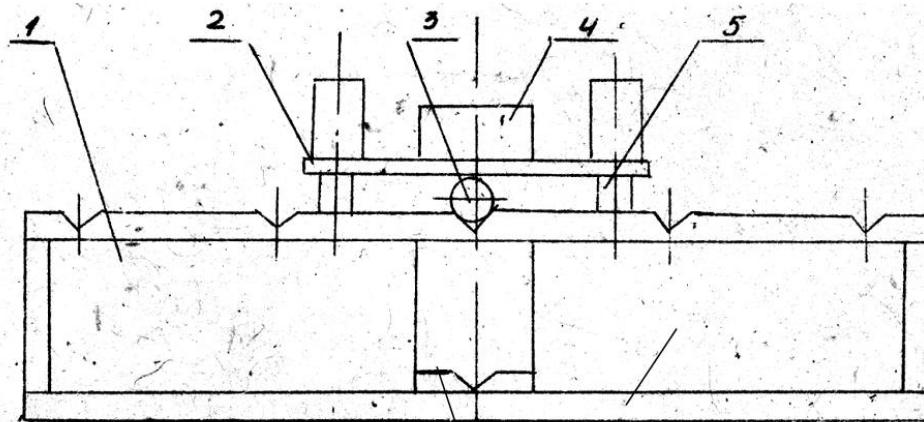

Рис. 1
10.3.3.1. Для проведения поверки используют специальный стенд (рис. 1), позволяющий установить зазор, имитирующий слой бетона как толщину измеряемого защитного слоя между рабочей поверхностью датчика и образующей образца
10.3.3.2. Установить стенд на неметаллическое основание в удалении от металлических предметов на 0,5 м. Собрать схему измерения согласно рис. 1. Вдоль центрального паза стендса разместить образец арматурного стержня 3 диаметром 6 мм. Установить прокладку с втулками 2 по направляющим стенда 5 на образец арматурного стержня 3 (далее образец).